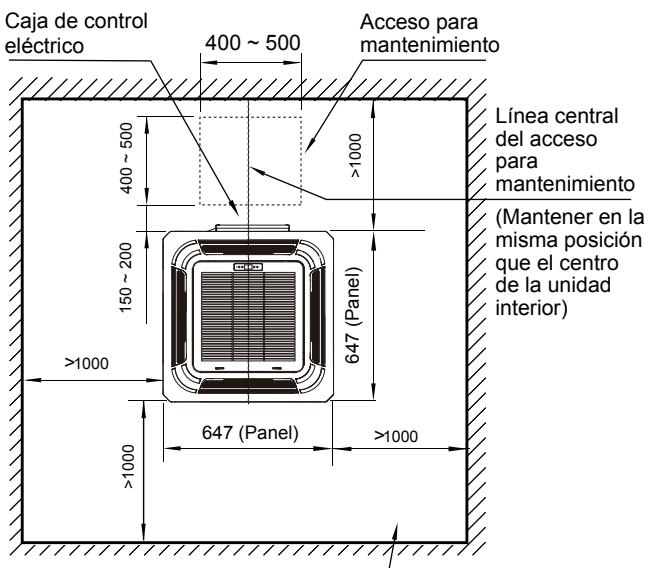
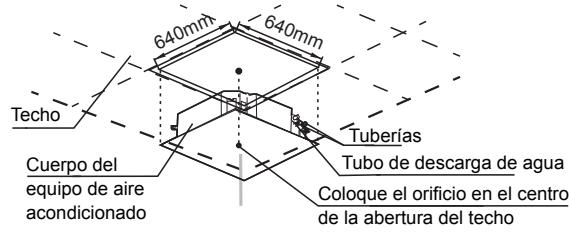

Imagen 2.1
Imagen 3.5
- Taladre orificios cuadrados de 640 mm x 640 mm en el techo según el diseño de la placa de instalación (accesorio 2). Consulte la Imagen 3.5. Para el acceso para mantenimiento, consulte la Imagen 2.1.